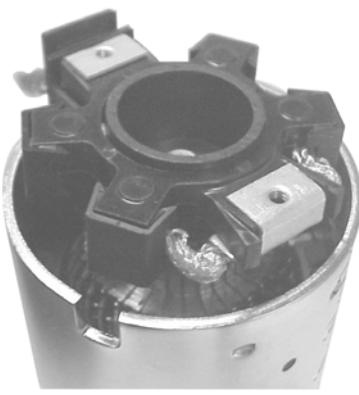

Figura 8-63. Installazione del gruppo portaspazzole con il tubo in dotazione.
- a. Tenere il gruppo motorino di avviamento in verticale sull'alloggiamento terminale, quindi posizionare con cautela il gruppo portaspazzole assemblato, con il tubo protettivo in dotazione, contro l'estremità di commutatore/indotto. I fori per le viti di montaggio nei ganci metallici devono trovarsi "in alto/all'esterno". Inserire il gruppo portaspazzole in posizione intorno al commutatore, quindi inserire il cavo delle spazzole positive (+) con l'anello passacavi nella cavità del telaio. Vedere Figura 8-63. Il tubo protettivo può essere conservato e riutilizzato per la manutenzione in futuro.